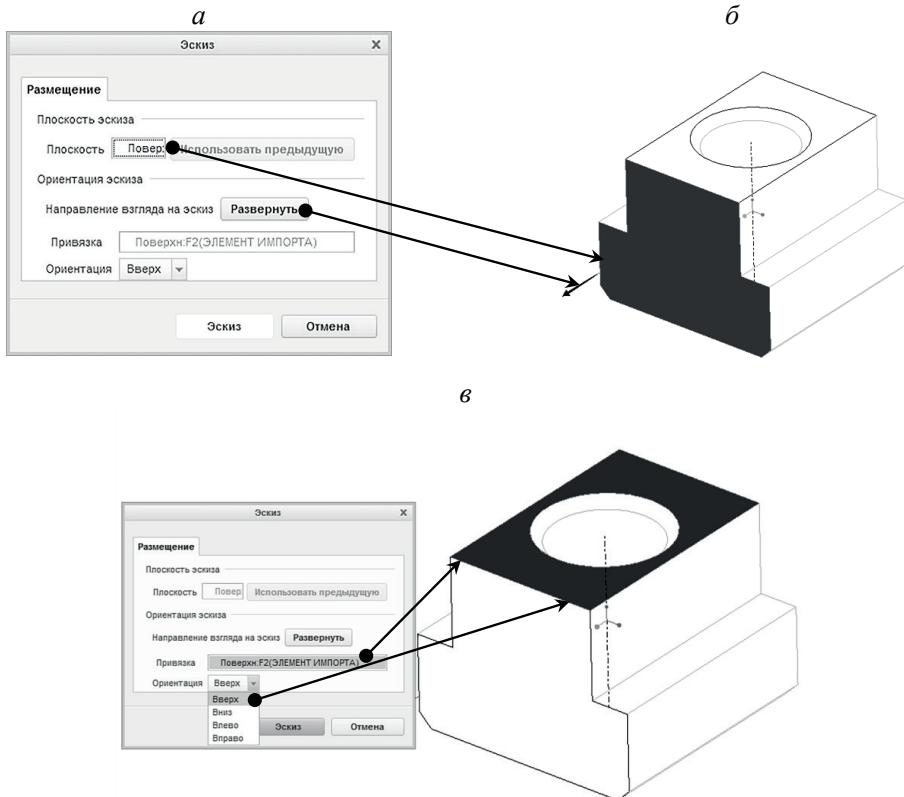

Рис. 4.23. Назначение эскизной плоскости в диалоговом окне *Эскиз* (а) и на модели (б); назначение ссылочной плоскости (в) и ее ориентация *Вверх*
- Обязательно назначение плоскости (грани) для рисования эскиза (**Плоскости эскиза**). На рис. 4.23, б показано, как следует выбрать плоскость эскиза на модели и ее отражение в окне *Эскиз*. Стрелка вблизи плоскости эскиза показывает направление взгляда на эскиз (рис. 4.23, б). Изменить направление взгляда на противоположный можно, щелкнув по кнопке **Развернуть** в окне *Эскиз*.
- Обязательно назначение **ссылочной плоскости** (грани), перпендикулярной к плоскости рисования. Это необходимо, так как после того, как эскизная плоскость будет установлена параллельно экрану, у модели останется еще одна степень свободы — вращение вокруг оси, перпендикулярной плоскости эскизирования. На рис. 4.23, в показано, как производится выбор ссылочной плоскости и ориентация ссылочной плоскости.